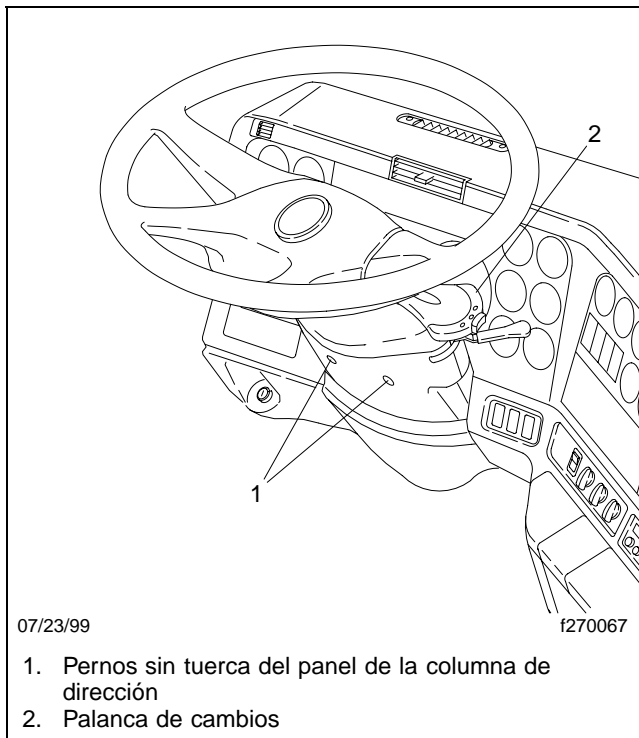

Figura 6, Panel de la columna de dirección
2. Retire los paneles de acabado de la columna de dirección. Vea la **Figura 6**.